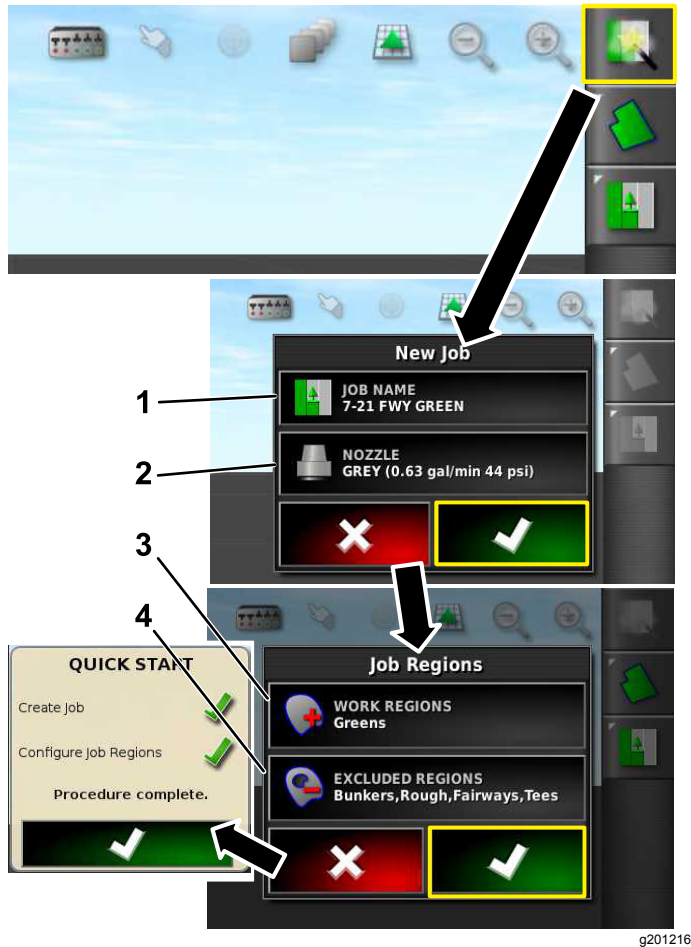

Figura 8
2. Inserite un nuovo nome per l'attività (Figura 8).
4. Selezionate la regione di lavoro in cui andrete a irrorare (ad es. fairway, green, tee, ecc.) (Figura 8).
5. Selezionate le regioni escluse da non irrorare (bunker, alberi, pericoli, ecc.). (Figura 8).